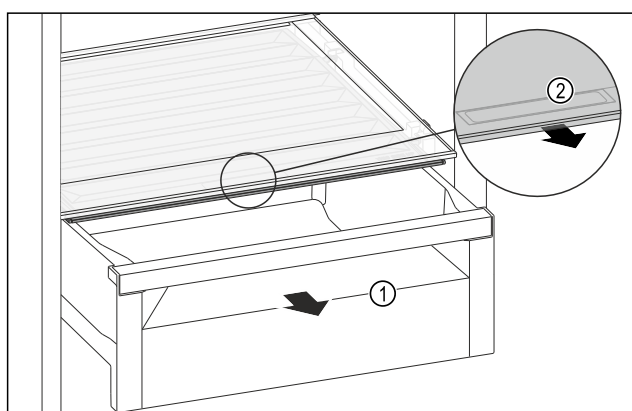

Fig. 139
- ▶ Zásuvku Fig. 139 (1) vytáhněte.
- ▶ Uchopte prohlubeň pro rukojeť Fig. 139 (2) na víko zásuvky a současně zatáhněte za víko zásuvky směrem dopředu.